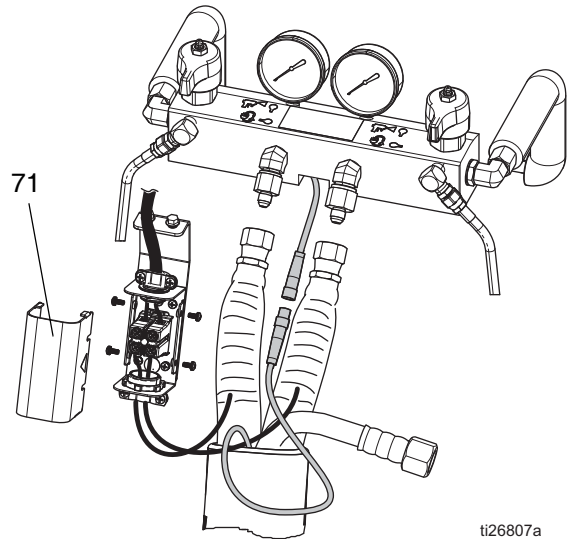

図 71: 加熱ホース電気ジャンクションボックス
2. カバー (71) を取り外します。図 71 を参照してください。
3. システムワイヤ (139) をプロポーショナーから取り外します。
4. ターミナルブロック (AS) からホースワイヤ (HW) を外します。